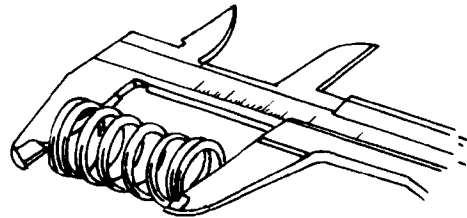

图 1-11 检查气门弹簧
(4) 气门弹簧。如图 1-11 所示, 检查内外弹簧的自由长度。内弹簧自由长度标准值为 33.5 mm, 维修极限值为 30.0 mm; 外弹簧自由长度标准值为 40.9 mm, 维修极限值为 39.8 mm。